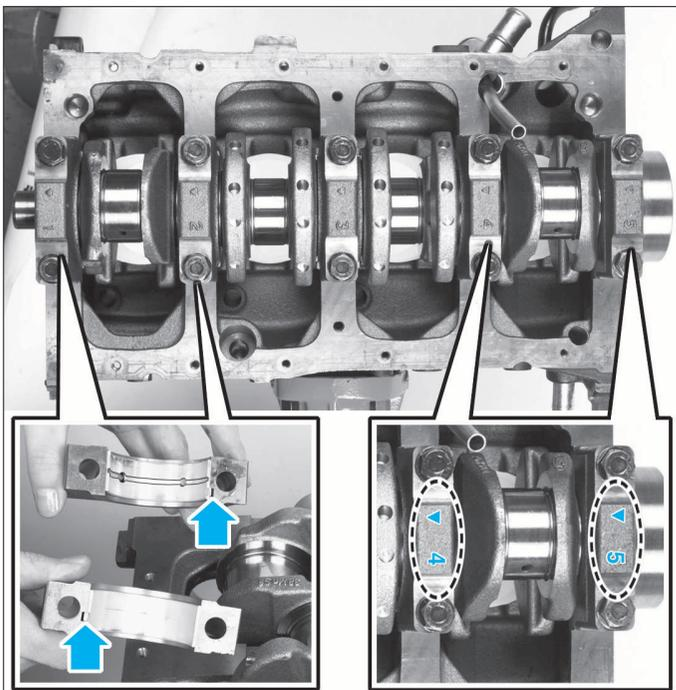

FIG. 45
- Monter des coussinets lisses dans les chapeaux n°2 à 5 et le coussinet rainuré dans le chapeau n°1 (Fig.45).
- Reposer les chapeaux de paliers de vilebrequin (n°1 et flèche côté distribution). L'ergot doit être placé dans l'encoche prévue dans le chapeau (Fig.45).